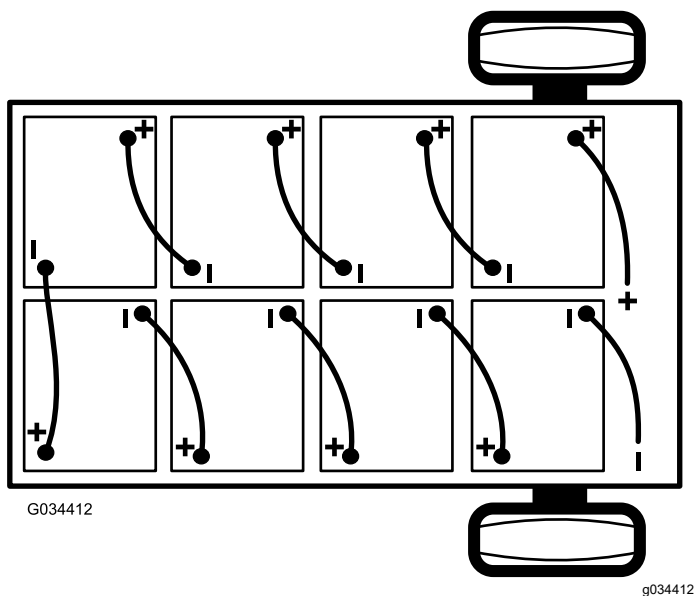

图 42
2. 断开将电池盒连接至机器接地点的主负极电池接线黑色 **图 42**。
3. 断开将电池盒连接至机器主接触器的主正极电池接线红色 图 42。
注意 安装新电池时要注意电池的极性 图 42。
6. 使用步骤 1 中卸下的电池互连线如 图 42 所示将电池连接到一起。
2. 连接电池盒与机器之间的正极主电池接线红色 图 42。
3. 连接电池盒与机器之间的负极主电池接线黑色 图 42。